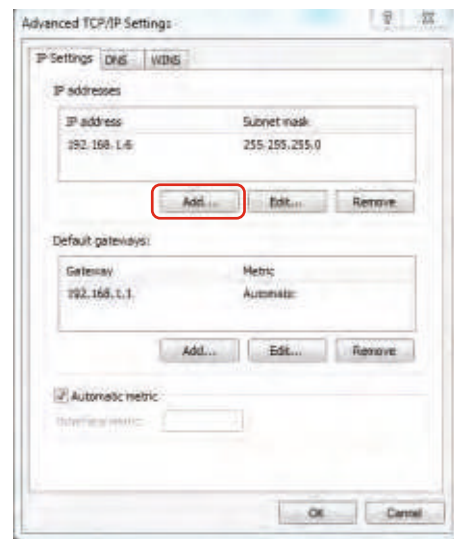

Fig. 6.8
(2) Per aggiungere un nuovo indirizzo IP, fare clic su "Add" come indicato in Fig. 6.8.